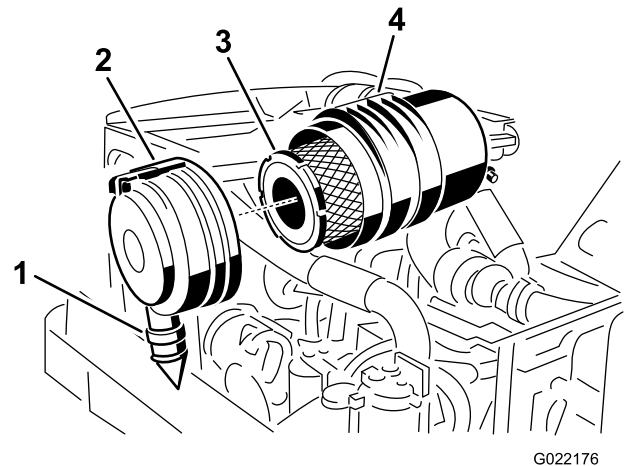

Bild 81
4. Entfernen Sie den Hauptfilter (Bild 81).